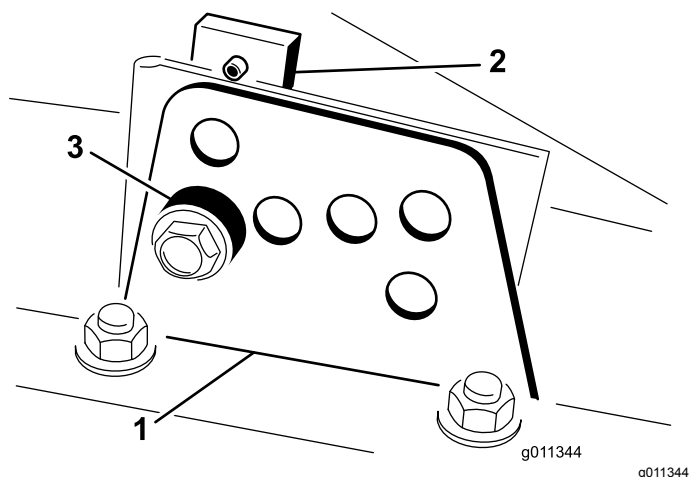

Figura 16
2. Desaperte o parafuso que prende o suporte da altura de corte à placa da altura de corte (frente e de cada lado), conforme se mostra na Figura 16.
4. Enquanto estiver suportar a câmara, retire o espaçador (Figura 16).